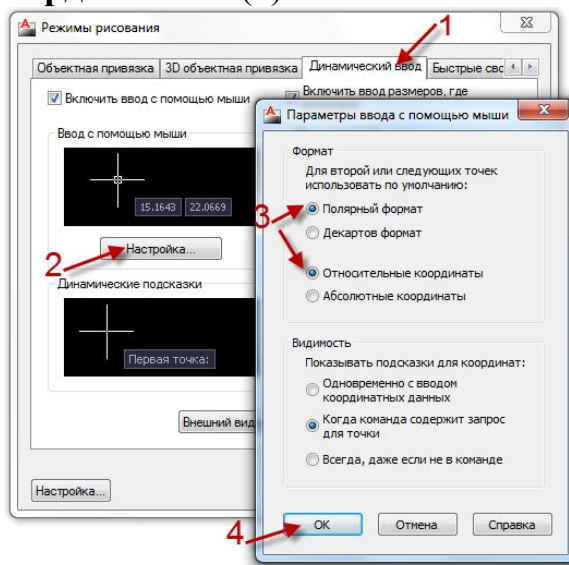

Рис.3.3. Окно **Режимы рисования**
В открывшемся диалоговом окне **Режимы рисования** выберите вкладку **Динамический ввод** → (1) (рис.3.3). Затем нажмите клавишу **Настройка** →(2). В поле **Формат** выберите **Полярный формат** и **Относительные координаты** →(3).